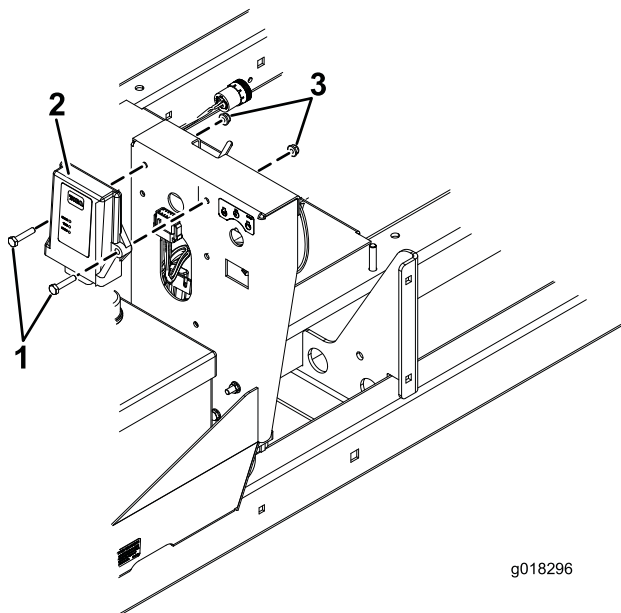

Figure 3
6. Montez le récepteur neuf sur l'avant du cadre avec (2) vis 1/4 x 1-1/4" et écrous à embase 1/4" (Figure 3).